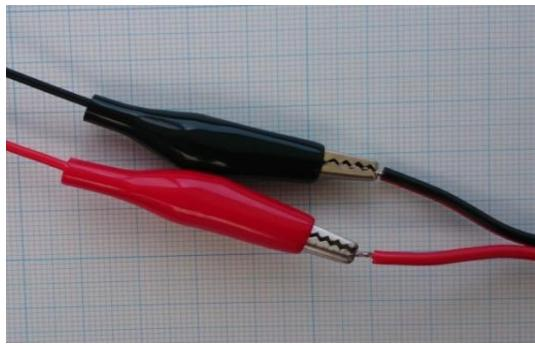

図 3.3
- ・ 図 3.3 のように中継部分をむき出しにしないこと。